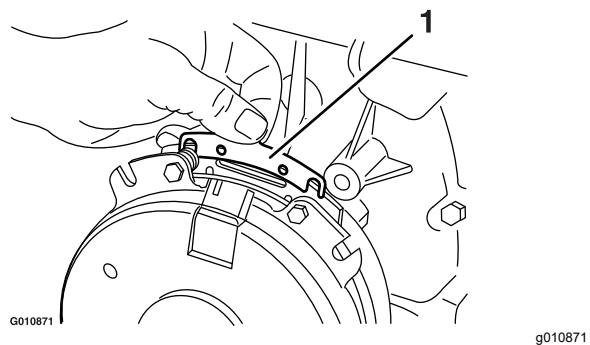

Figura 68
- B. Usando un alicate de punta fina, o a mano, sujete la pestaña y retire el suplemento (Figura 68).
Retire cualquier acumulación de hierba, suciedad u otros residuos de la rejilla del motor. Esto ayuda a asegurar una refrigeración adecuada y una velocidad de motor correcta, y reduce la posibilidad de sobrecalentamiento y daños mecánicos al motor (Figura 68).